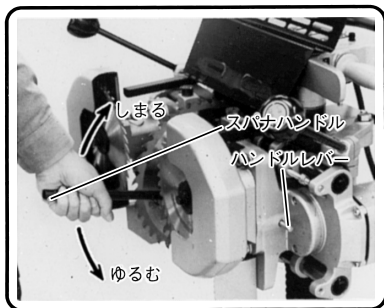

図 18
- (1) スピンドルを付属のハンドルレバーで固定します。(図18参照)
- (2) 付属のL形レンチを付属のスパナハンドルにさし込み、のこ刃取付けねじに取付けます。
- (3) スパナハンドルを両のこ刃で締付けます。